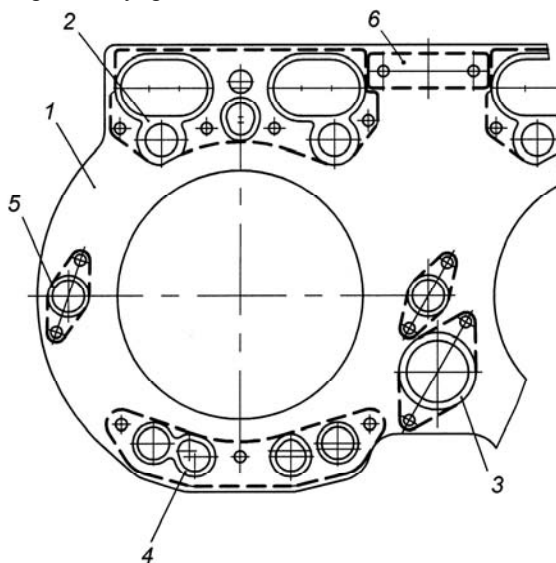

Рис. 12. Схема установки уплотнителей в металлическую прокладку:
1. Головки цилиндров на двигателях ЯМЗ-236НЕ2,БЕ2 блочные на три цилиндра каждая. Привалочная поверхность шлифована и в зоне уплотнения гильз цилиндров выполнены кольцевые проточки. Стык головки цилиндров, блока и гильзы уплотняется прокладкой состоящей из металлической единой на три цилиндра прокладки, уплотняющей газовый стык, и резиновых уплотнительных элементов, уплотняющих масляные, водяные и штанговые полости. Уплотнительные элементы пяти видов в количестве 14 шт. на прокладку (рис. 12).